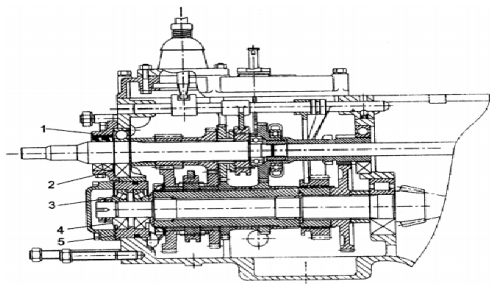
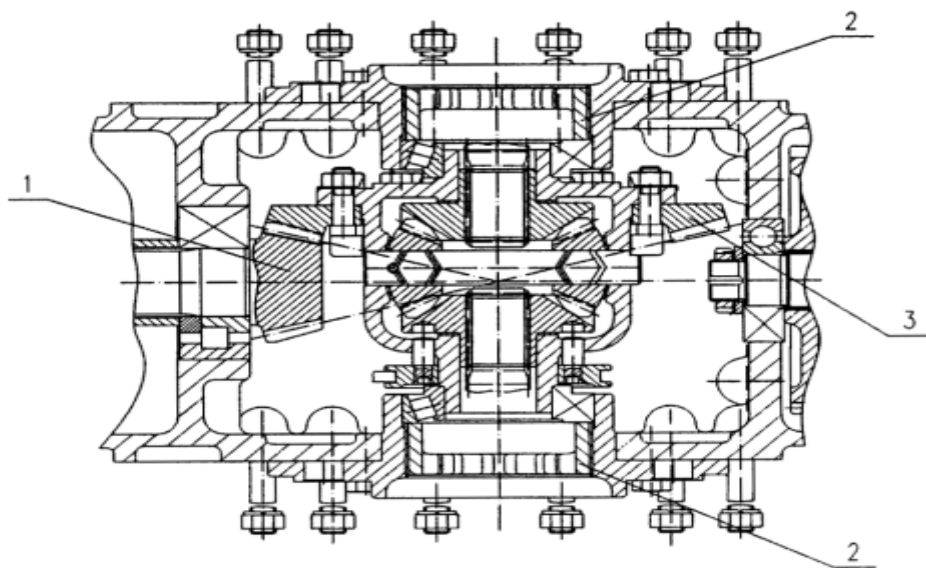

Рисунок 3-3 Структурная схема коробки передач
Рисунок 3-4 Сборка дифференциала
Регулировка зацепления может быть выполнена путем изменения относительного положения двух зубьев путем увеличения или уменьшения размера регулировочной прокладки 5 (рис. 3-3) спереди вала II и поворота регулировочной гайки 2 (рис. 3-4) с обеих сторон дифференциала.
(2) Регулировка подшипника дифференциала: поверните регулировочную гайку (рис. 3-4) для предварительной нагрузки подшипника дифференциала. Увеличение момента трения после предварительной нагрузки $0,245-0,343 \text{ Н} \cdot \text{м}$ плюс начальный момент трения около $0,089 \text{ Н} \cdot \text{м}$, преобразуется на вал II. Общий момент трения (включая момент предварительной нагрузки подшипников на валу II), измеренный на валу II, должен составлять $0,686-0,980 \text{ Н} \cdot \text{м}$.
(3) Проверьте боковой зазор шестерен: проложите вводный провод $\phi 0,5 \text{ мм}$ между боковыми поверхностями без нагрузки, поверните шестерню и измерьте толщину провода после экструзии, которую можно рассматривать как боковой зазор шестерен. Лучше выполнить измерение в трех точках, равномерно распределенных по всей длине шестерни. Зазор шестерни должен быть в пределах $0,15-0,3 \text{ мм}$ для нового трактора или после замены пар. Зазор для старых шестерен больше этого значения из-за истирания поверхности зубьев.